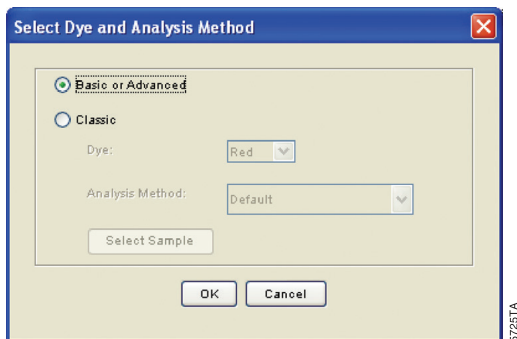

图17.荧光选择和分析方法窗口
4. 选择“Basic or Advanced”(图17)。选择分析方法的模式必须与先前创建的分析方法模式相匹配。点击OK。